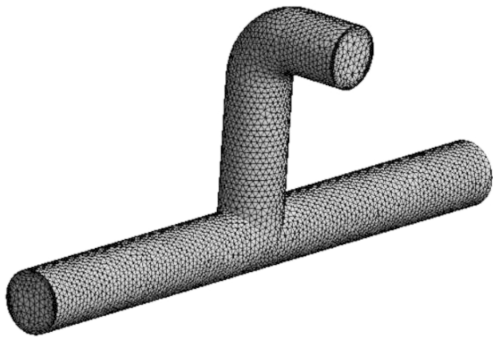

图 11-118 划分网格
(1) 在导航树里单击【Mesh】→【Details of “Mesh”】→【Sizing】→【Size Function】= Curvature，【Relevance Center】= Medium，其他默认。
(2) 在标准工具栏中单击，选择流体模型，然后在导航树上右键单击【Mesh】，从弹出的菜单中选择【Insert】→【Sizing】→【Details of “Body Sizing” -Sizing】→【Definition】→【Element Size】= 2mm，【Advanced】→【Size Function】= Curvature，其他默认。
(3) 在标准工具栏中单击，选择流体模型，然后在导航树上右键单击【Mesh】，从弹出的菜单中选择【Insert】→【Inflation】→【Details of “Inflation” -Inflation】→【Definition】→【Boundary】选择流体模型外表面，进出口端面不选，共 4 个面。
(4) 生成网格：右键单击【Mesh】→【Generate Mesh】，图形区域显示程序生成的四面体网格模型，如图 11-118 所示。
(5) 网格质量检查：在导航树里单击【Mesh】→【Details of “Mesh”】→【Quality】→【Mesh Metric】= Jacobian Ratio (Gauss Points)，显示 Jacobian Ratio (Gauss Points) 规则下网格质量详细信息，平均值处在好水平范围内，展